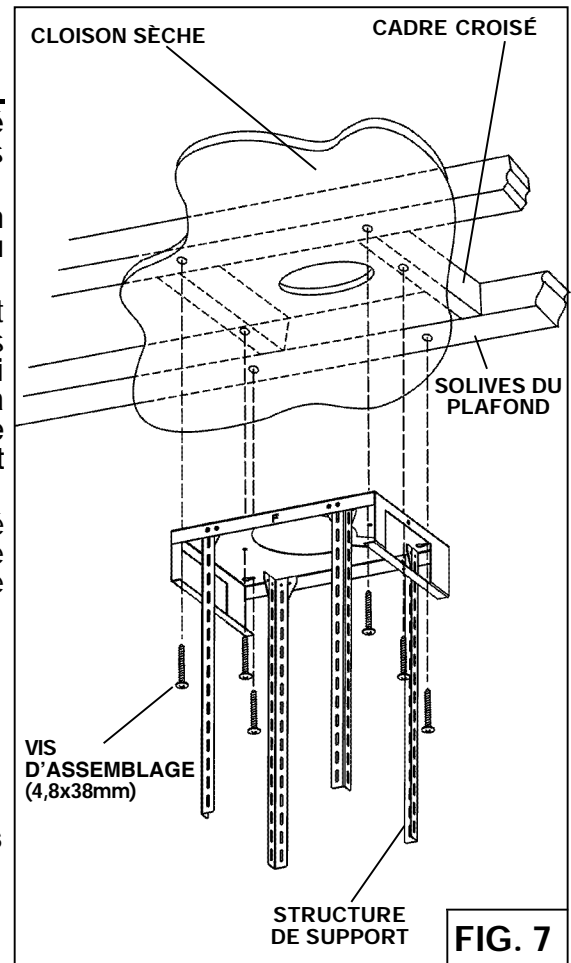

FIG. 7
3. Réglez la hauteur totale de la structure de support en utilisant le tableau ci-dessus. Desserrez et resserrez les 4 vis dans les **fissures permettant de régler la hauteur** selon ce qui est nécessaire. Installez 12 vis (3.9x6mm) qui se trouvent à l'intérieur du sachet accessoires. (Fig.7). Assurez-vous que cet un min.4" chevauchement entre la partie supérieure et les jambes de la structure de support inférieurs.
4. Fixez la structure de support aux solives et au cadre croisé au moyen des six (6) vis (4,8x38mm). Assurez-vous que les vis soient bien centrées dans les solives et dans le cadre croisé de sorte que le tout soit bien solide.